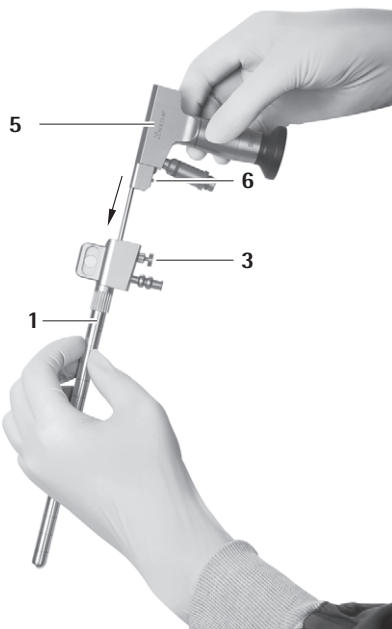
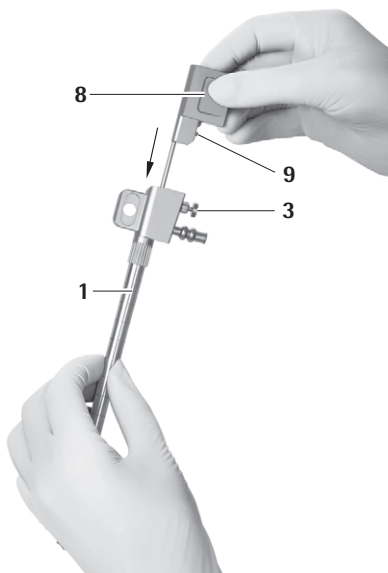

Fig. 14
Fig. 15
- ▶ Asegurarse de que el perno de bloqueo 6 del endoscopio 5 y el perno de bloqueo 9 del obturador para el canal de óptica 8 se encuentran en el mismo lado que el botón de desenclavamiento 3 del trocar MINOP InVent 1, ver Fig. 14 y ver Fig. 15.